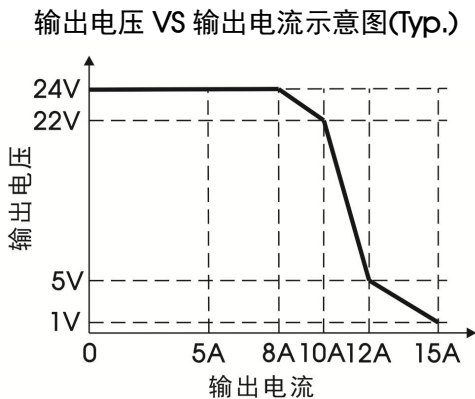

图 3
2.图 3 表示产品在额定输出电流时为 24V 输出, 随着电流增加到 100%-150%Io (TYP.)时进入过载状态, 当 > 150%Io (TYP.)时进入过流保护且随着输出电流增大输出电压下降, 当输出电流增加到一定值时, 产品将进入恒流模式;